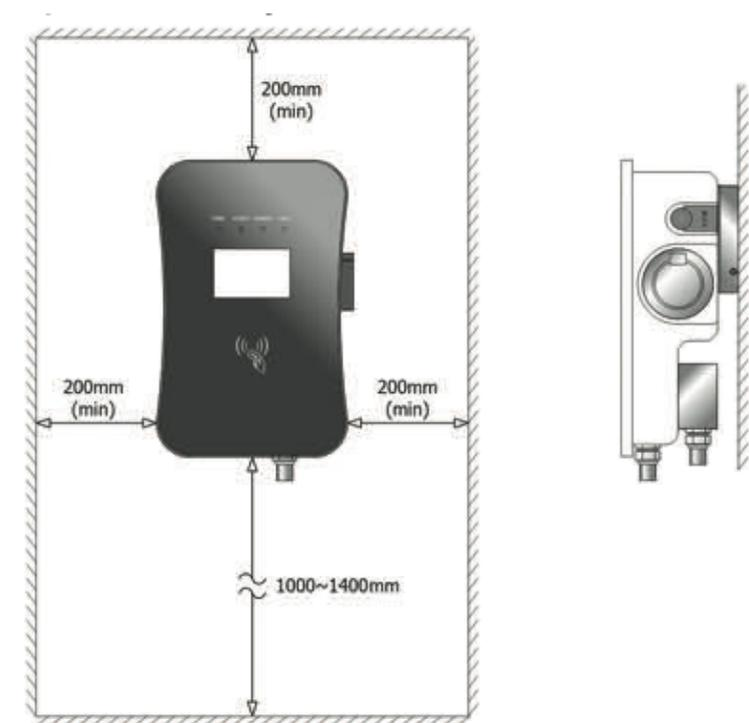

Fig. 5-1 Montaggio a parete del caricatore Celektron serie CK
- Il fissaggio a parete del prodotto della serie CK è mostrato in Fig. 5-1.